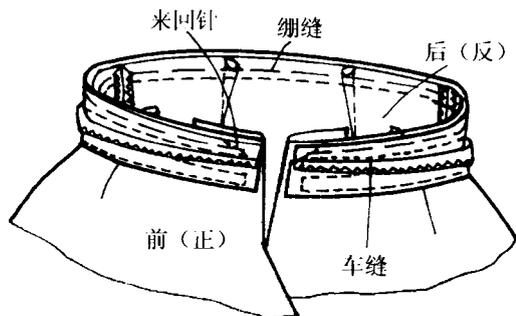

图3-8
8. 绱腰头。在腰口处,将腰头面与裙片正面相对,缝份对齐,先用绷线将腰头面与裙片固定,再顺腰头面净印车缝一周。见图 3-8。